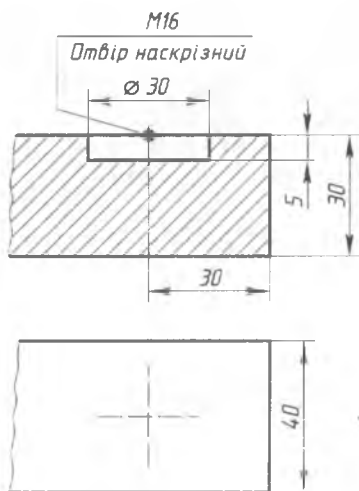

Рис. 212. Завдання для вправи
2. Доповніть креслення деталі (рис. 212) зображенням отвору з різьбою.